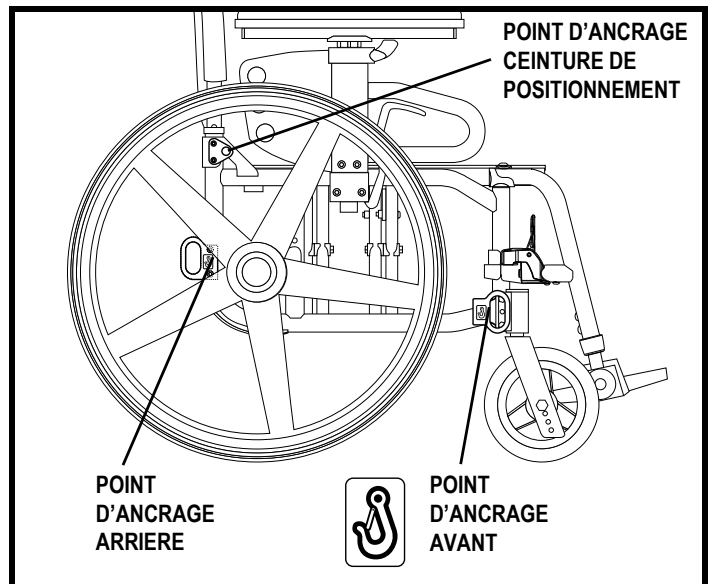

Figure 10. Points de d'ancrage
- Fixez les quatre (4) courroies aux points d'ancrage désignés et identifiés par le symbole d'ancre sur le fauteuil roulant. **Voir la figure 10.** Serrez-bien les courroies pour retirer le jeu excessif.
- Positionnez les points d'ancrage arrière des courroies directement derrière le fauteuil roulant. Les points d'ancrage avant sont disposés plus loin de chaque coté du fauteuil roulant afin d'augmenter la stabilité latérale. **Voir la figure 10.**